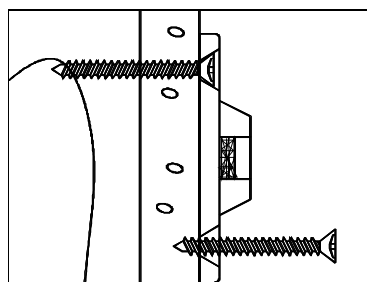

Figure 2
3) INSTALLATION DU SUPPORT MURAL: Placez le support latéral mural le long des marques du montant choisi de manière à ce qu'il soit voisin au support latéral du meuble lorsque le meuble sera placé à son emplacement final. Le support mural devrait être situé à 2,54cm (1 POUCE) plus bas que le support latéral du meuble (voir la Figure 3). Utilisez les DEUX vis longues pour fixer le support latéral mural au mur. Souvenez-vous de placer le support latéral mural à la verticale de manière à ce que les deux vis s'insèrent dans les montants choisis (voir la Figure 2).